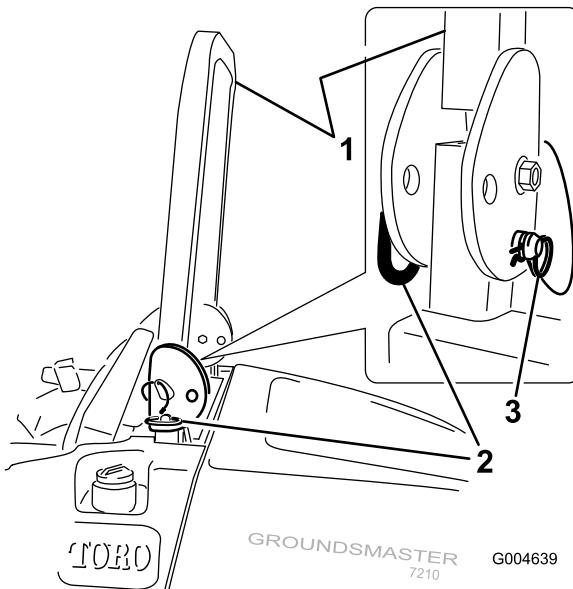

Figura 10
1. Per abbassare il roll bar, togliete le coppiglie, spingete in avanti il roll bar contro le molle e togliete le 2 spine (Figura 10).
3. Montate le 2 spine e fissatele con le spine delle coppiglie (Figura 10).
4. Per alzare il roll bar togliete le spine delle coppiglie e le 2 spine (Figura 10).
5. Alzate completamente il roll bar e montate le due spine, quindi fissatele con le coppiglie (Figura 10).